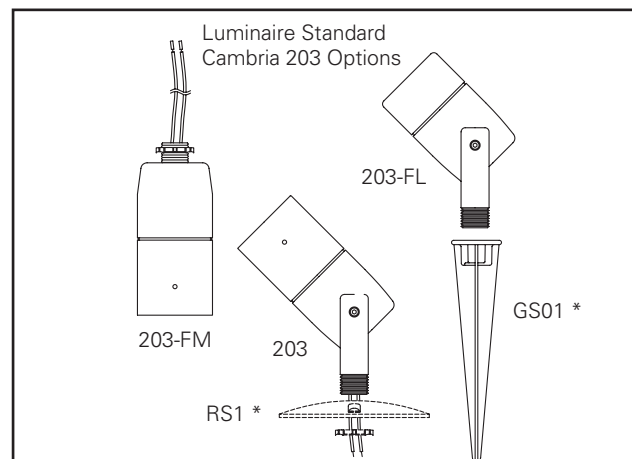

Figure 2. \* **Remarque:** Les piquets de sol et d'autres accessoires lumière doivent être commandés séparément.
**Pour 203 (indiqué):** 12V, MR 16, 50 Watt max lampe halogène à deux tiges. (Figure 2.)